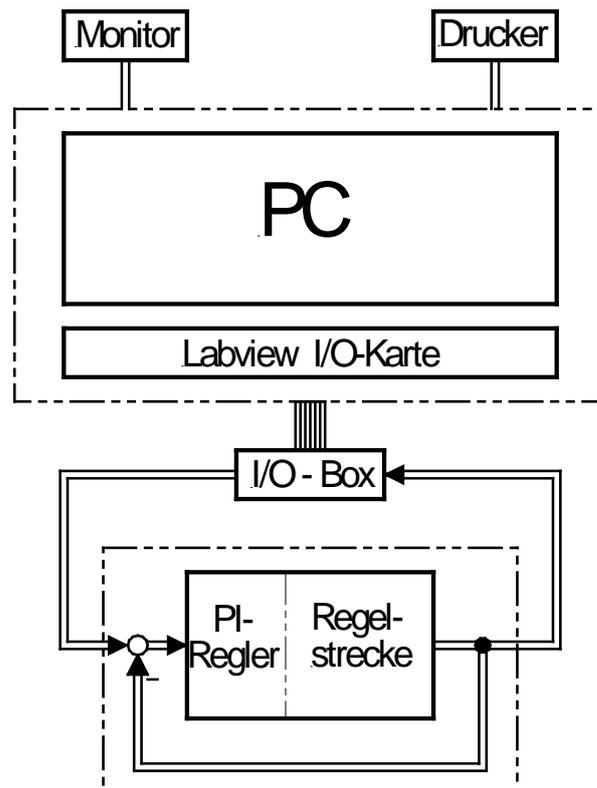

Abb. 1: Schematische Versuchsanordnung
Für die Versuchsdurchführung steht ein PC-gesteuerter Messplatz nach Abb. 1 zur Verfügung.
- Messung** der **Ortskurve** der Strecke mit der Messschaltung nach Abb. 1 im Frequenzbereich 0.5 - 20Hz, Schrittweite 0.5Hz.